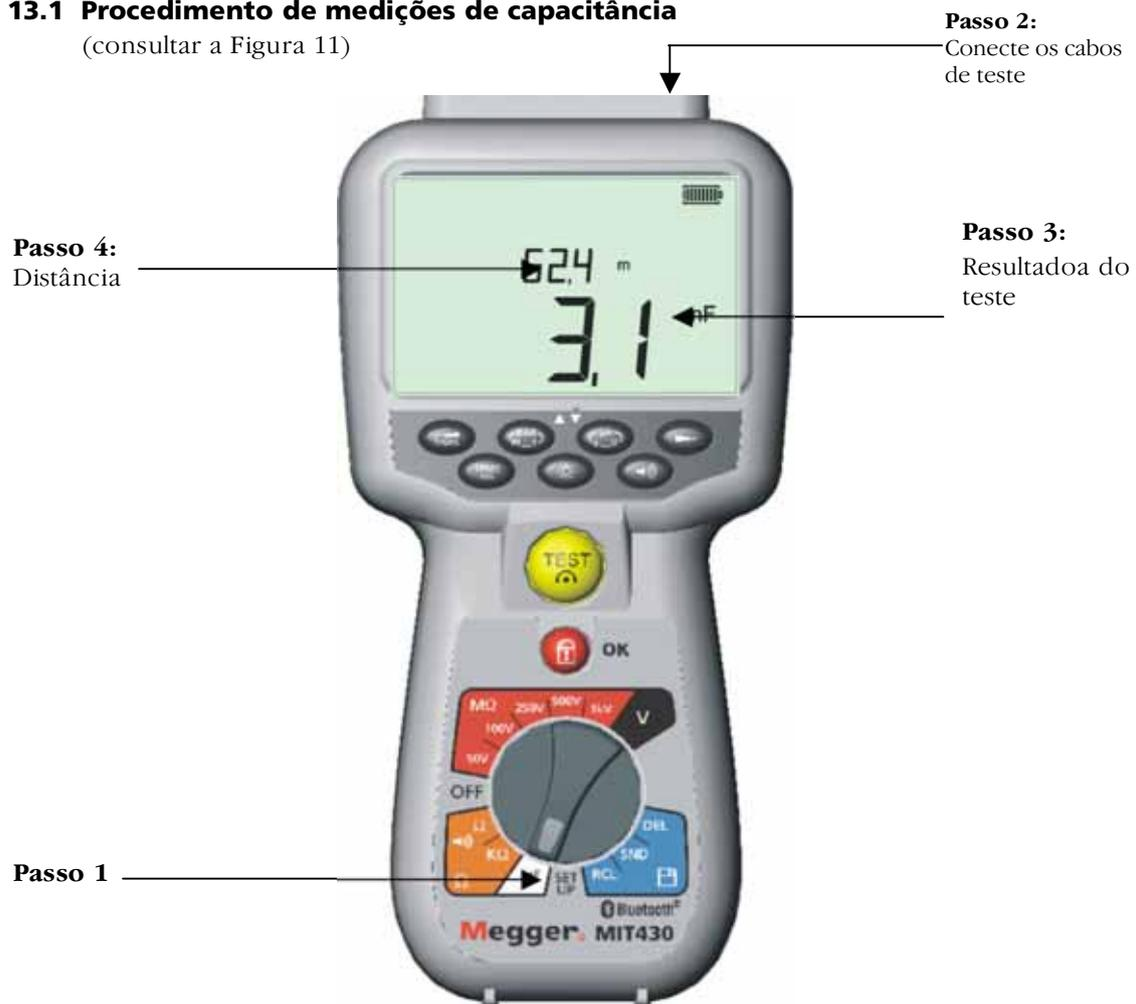

Figura 11 Faixa de capacitância
13.1 Procedimento de medições de capacitância (consultar a Figura 11)